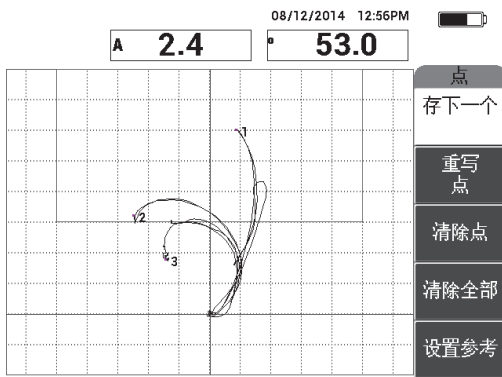

图 6-50 记录的第三个点
8. 慢慢地在第三个脱粘缺陷上滑动探头，然后按**存下一个**（**A**键），记录第三个点（参见第 155 页的图 6-50）。